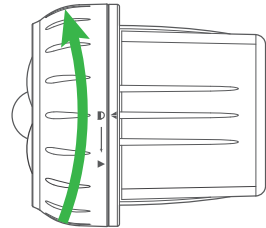

Figura 3
3. Alinee las ▲ marcas y luego gire la cubierta delantera en el sentido de las agujas del reloj hacia la posición de bloqueo ■, como se muestra abajo, para asegurar el compartimiento de las baterías (ver **Figura 3**).
3. Dentro de los siguientes 25 segundos, luego gire la cubierta delantera en el sentido de las agujas del reloj hacia la posición de bloqueo **■** para asegurar el compartimiento de las baterías (vea **Figura 3** en la página anterior). La melodía del canal del sensor suena junto con el indicador LED correspondiente al canal del sensor que parpadea en el receptor de alarma interior para confirmar una vinculación correcta.